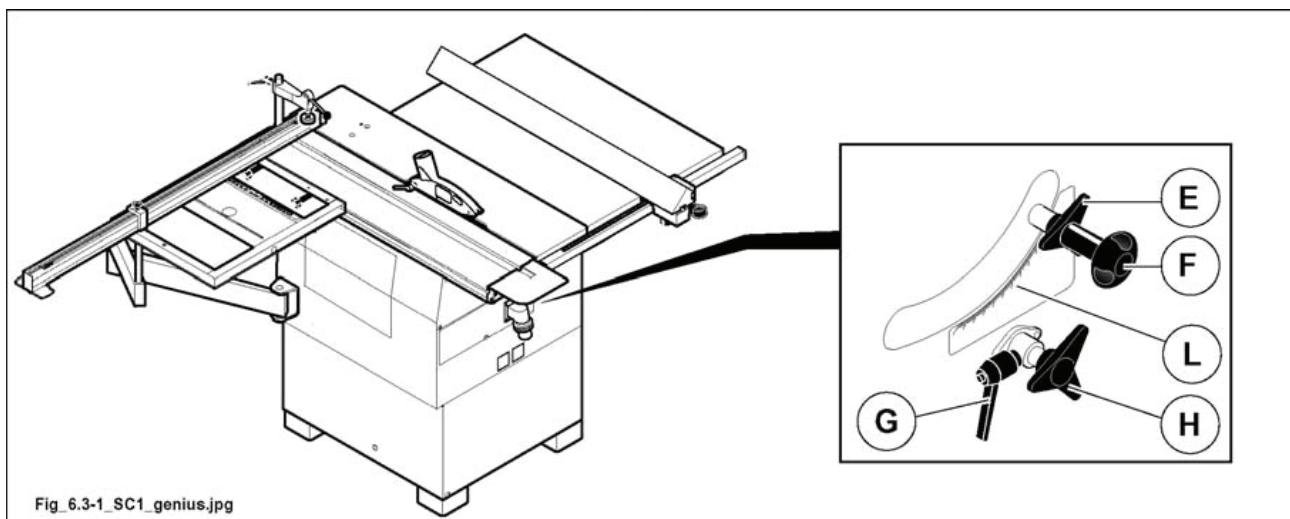

Рис. 6.3-1
- Ослабить фиксатор E (рис. 6.3-1) и отрегулировать высоту положения основной пилы, вращая рукоятку F (рис. 6.3-1).
- После завершения регулировки затянуть барашковый фиксатор E (рис. 6.3-1).
- Ослабить фиксатор G (рис. 6.3-1) и отрегулировать угол наклона пильного узла вращением рукоятки H (рис. 6.3-1).
- Значение угла наклона считывается по шкале L (рис. 6.3-1).
- После завершения регулировки затянуть барашковый фиксатор G (рис. 6.3-1).